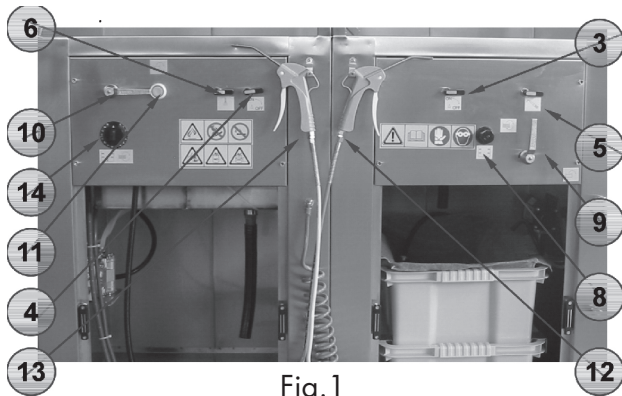

Fig.1
1. Asegúrese que las dos válvulas de Instalación - Fig.1, nº 3 y nº 4 -, el cepillo - Fig.1, nº 5 - y el atomizador - Fig.1, nº 6 - están en la posición de apagado **OFF** (posición horizontal). También asegúrese que el regulador del mezclador - Fig.1, nº 8 - está cerrado (girado completamente en sentido contrario a las agujas del reloj).